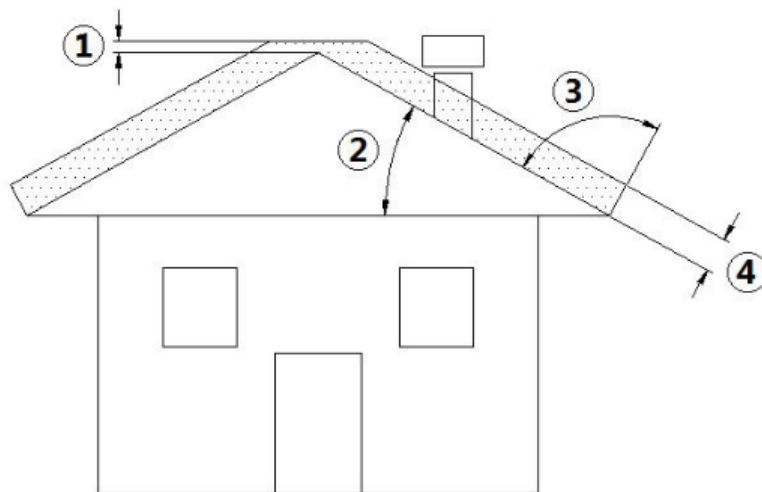

Fig. 3 - Teto inclinado
**LEGENDA** Fig. 3 pág. 6
- A altura da abertura na atmosfera deve ser fora da zona de refluxo provocada pela formação do teto e por obstáculos que se encontram nas proximidades (ver **Fig. 3** pág. 6).